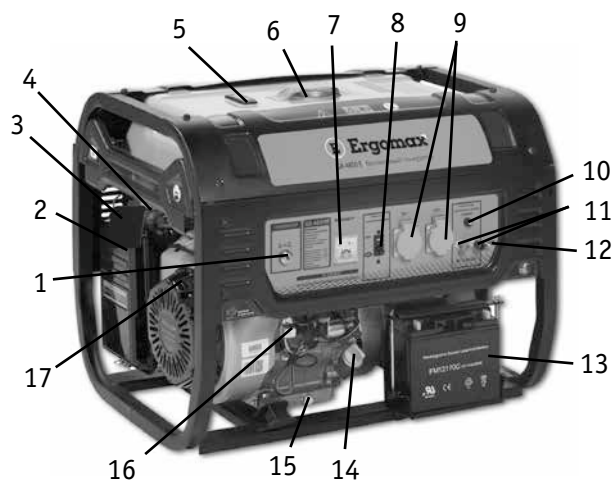

Рис. 1.1
Внешний вид генераторов и расположение элементов управления представлено на **рис. 1.1 и 1.2.**
1. Открутите крышку маслозаправочной горловины (14) (**рис. 1.1**) и вытрите щуп крышки чистой тряпкой (**рис. 2.1**).
Проверьте уровень топлива по шкале уровня топлива (5) (**рис. 1.1**), если уровень топлива низкий, то:
1. Открутите крышку топливного бака (6) (**рис. 1.1**).
ВНИМАНИЕ! Перед пуском двигателя убедитесь, что ни один электроприбор не подключен к генератору, а выключатель выходного напряжения (8) находится в положении «ВЫКЛ» (**рис. 1.1**).
4. Потяните на себя рукоятку стартера (17) (рис. 1.1), пока не почувствуете натяжение шнура стартера, затем резко дерните рукоятку на себя. Аккуратно верните на прежнюю позицию рукоятку стартера. Повторите несколько раз, пока двигатель не заведется.